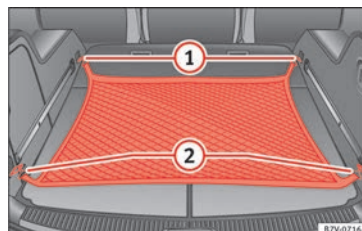

Fig. 173 I bagagerummet: monteret bagagenet
- Hægt bagagenettets kroge i fastgørelsesøjene » Fig. 173 ① og ②.
- Hægt forsigtigt bagagenettets kroge ud af fastgørelsesøjerne » Fig. 173 ①.
- Hægt forsigtigt bagagenettets kroge ud af fastgørelsesøjerne » Fig. 173 ②.